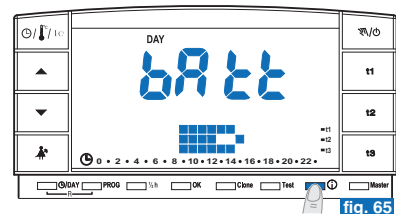
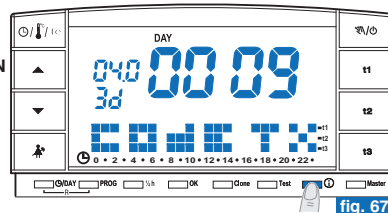

fig. 65
fig. 67
• Desde la pantalla anterior pulsar otra vez la tecla  en la pantalla aparecerá el nivel de carga de las pilas (ejemplo fig. 65).
- Desde la ventana anterior (fig. 65) pulsar nuevamente la tecla **i**: en pantalla aparecerá el número de serie que es transmitido por el cronotermostato cada vez que se produce una transmisión de datos (ejemplo fig. 67).